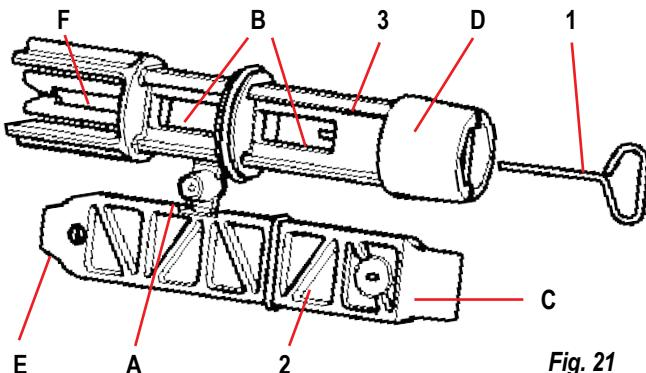

Fig. 21
1. Sexkanthävstång av metall (Fig. 21 - 1).
2. Platt nyckel av plast (Fig. 21 - 2).
3. Cylindrisk nyckel av plast (Fig. 21 - 3).
Nyckel 1 ska föras in i änden D på nyckel 3. Vid det första användningstillfället ska de två nycklarna av plast 2 och 3 som är sammanlänkade tas isär (Fig. 21 - A):